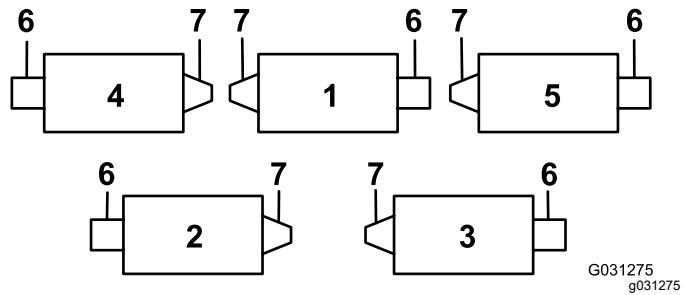
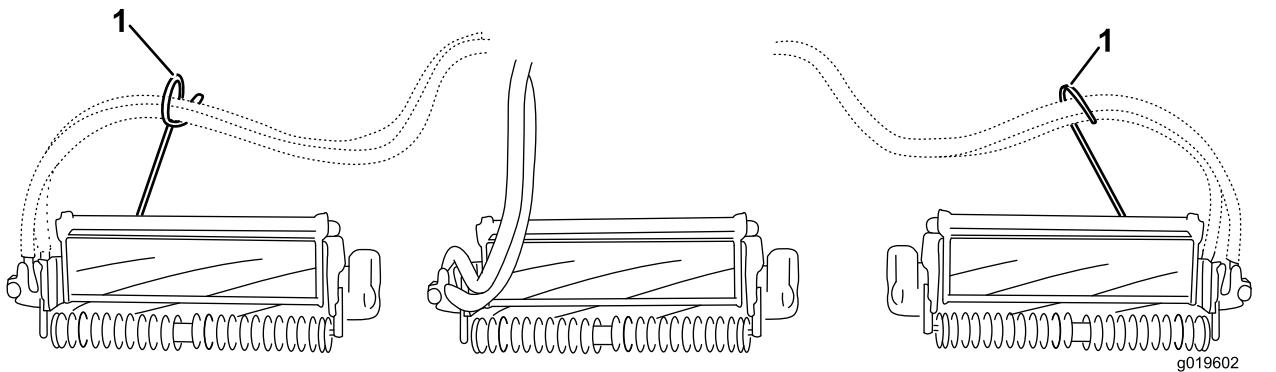
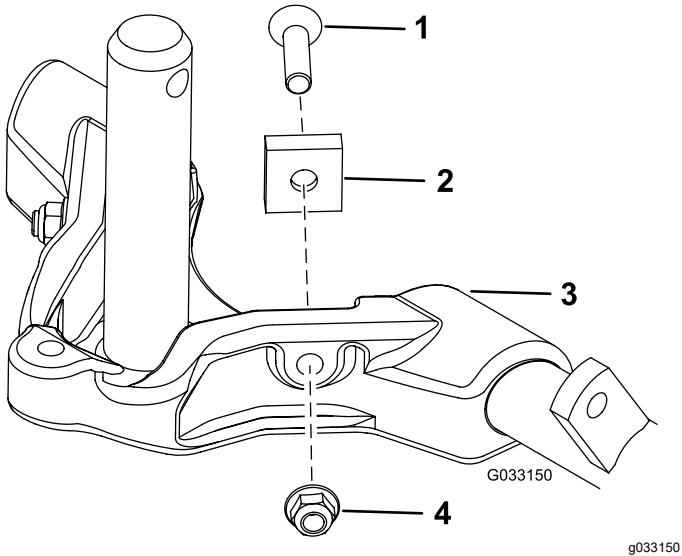

Figura 12
Figura 14
Figura 15
Importante: Sull'elemento di taglio n. 4 (anteriore sinistro) e n. 5 (anteriore destro), utilizzate i dadi di fissaggio della staffa dell'asta per montare le guide del flessibile sulla parte anteriore delle alette dell'elemento di taglio. Le guide del flessibile devono essere inclinate verso l'elemento di taglio (da Figura 12 a Figura 14)
- Aumentate lo sterzo degli apparati di taglio posteriori rimuovendo i 2 distanziali del perno, le viti a esagono incassato e i dadi di bloccaggio flangiati (Figura 15) dai telai portanti degli apparati di taglio (apparati di taglio 2 e 3) posteriori; fate riferimento a Figura 12.